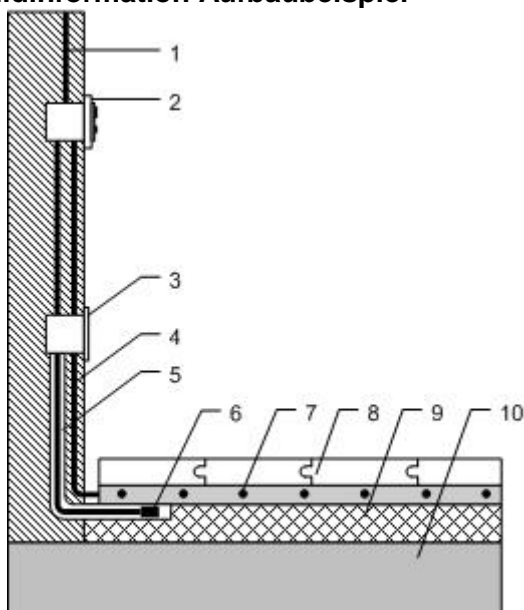

Bild 3
- Schneiden Sie im Unterboden oder in der Isolierplatte eine Vertiefung für den Bodenfühler aus. Der Bodenfühler ist unter der Heizmatte zwischen zwei Heizkabelkehren und mindestens 10 cm von der Wand entfernt zu positionieren. Es wird empfohlen, den Bodenfühler entsprechend der Abb. 3 in einem Leerrohr zu installieren. Das gestattet bei Notwendigkeit den Austausch des Bodenfühlers, ohne den Fußboden öffnen zu müssen.